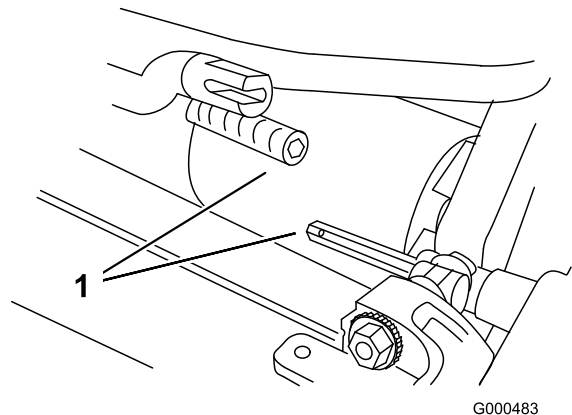

Figura 15
6. Tirate in avanti l'apparato di taglio di 51 mm, poi tiratelo verso destra per disinnestare il giunto di trasmissione (Figura 15).